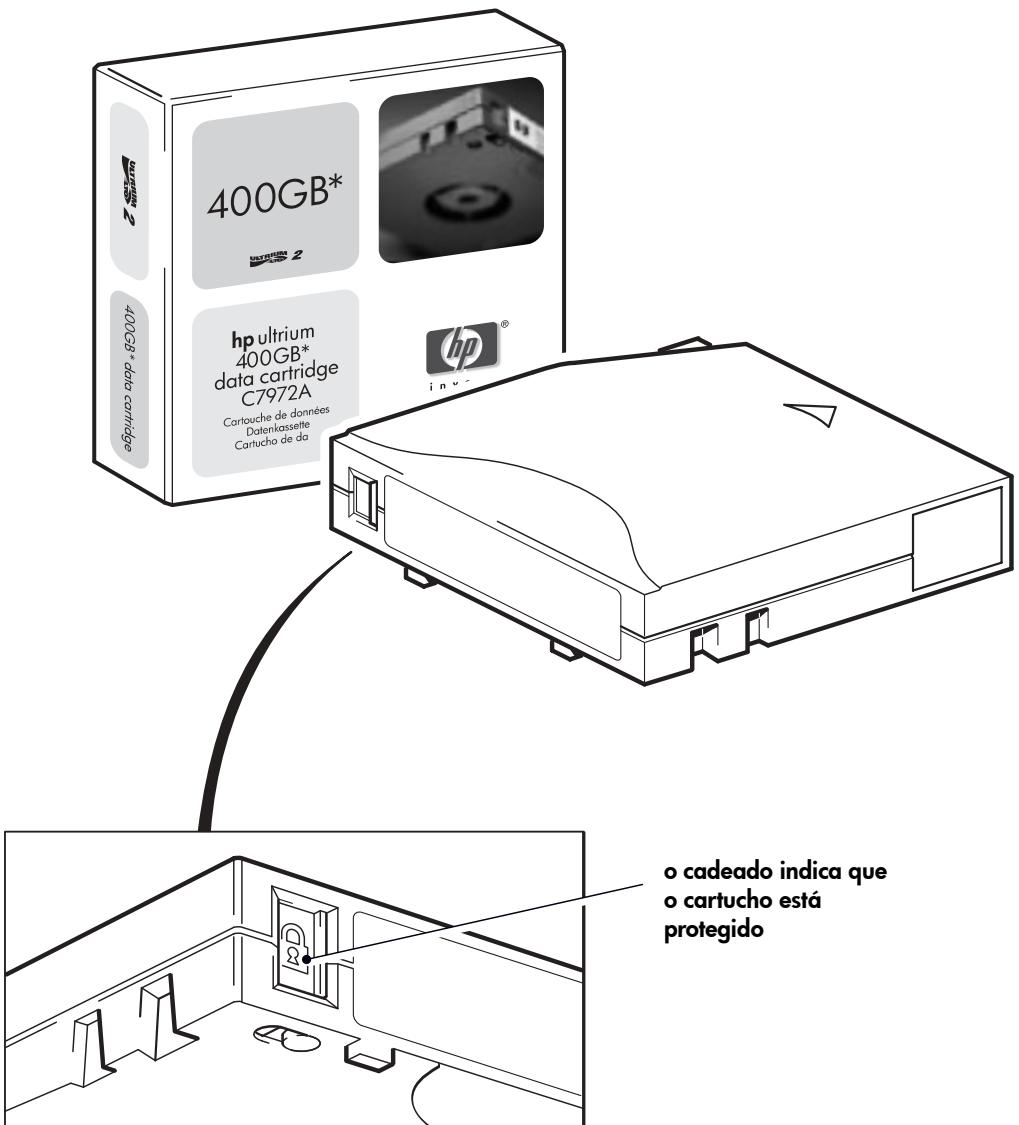

Figura 11: proteger cartuchos contra gravação
- Para permitir a gravação em um cartucho, deslize a guia vermelha de volta e libere a abertura antes de carregá-lo na unidade. A Figura 11 mostra o local da lingüeta de proteção contra gravação.